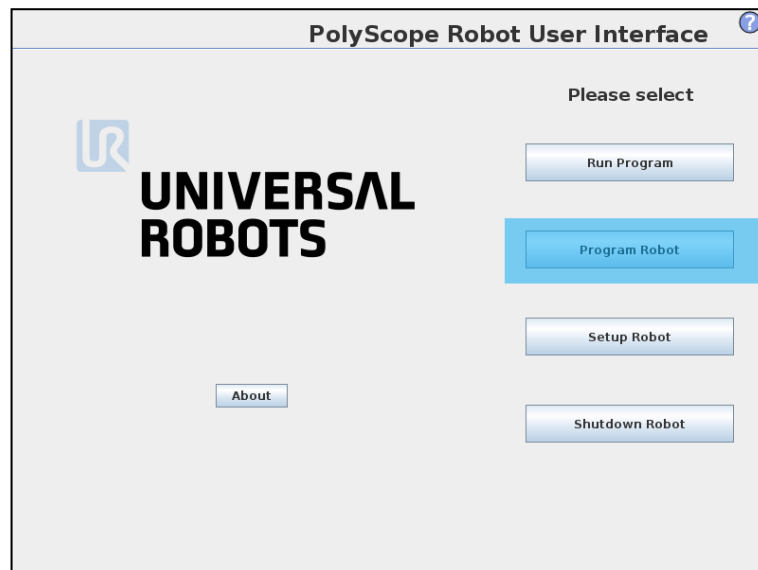

图 5.11 新工程界面图
1. 在主菜单页面点击 **Program Robot** 按键，进入新工程页面。如图 5.11 所示。